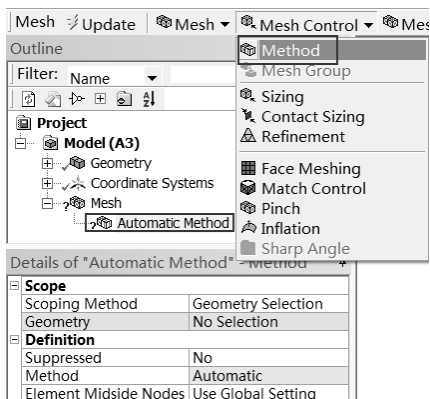

图 3-86 Mesh 设置
Step16: 选择 Project Model (A3) Mesh 命令, 如图 3-86 所示, 在出现的 Mesh 工具栏中选择 Mesh Control Method 命令。